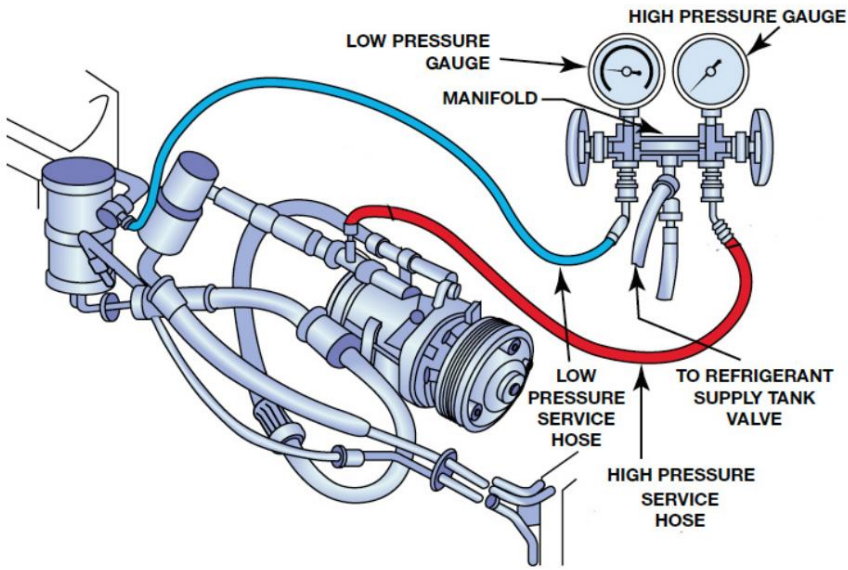

Figura 13. Instalación del conjunto de medidores HVAC.
- Instale manómetros en los puertos de servicio. Figura 13.